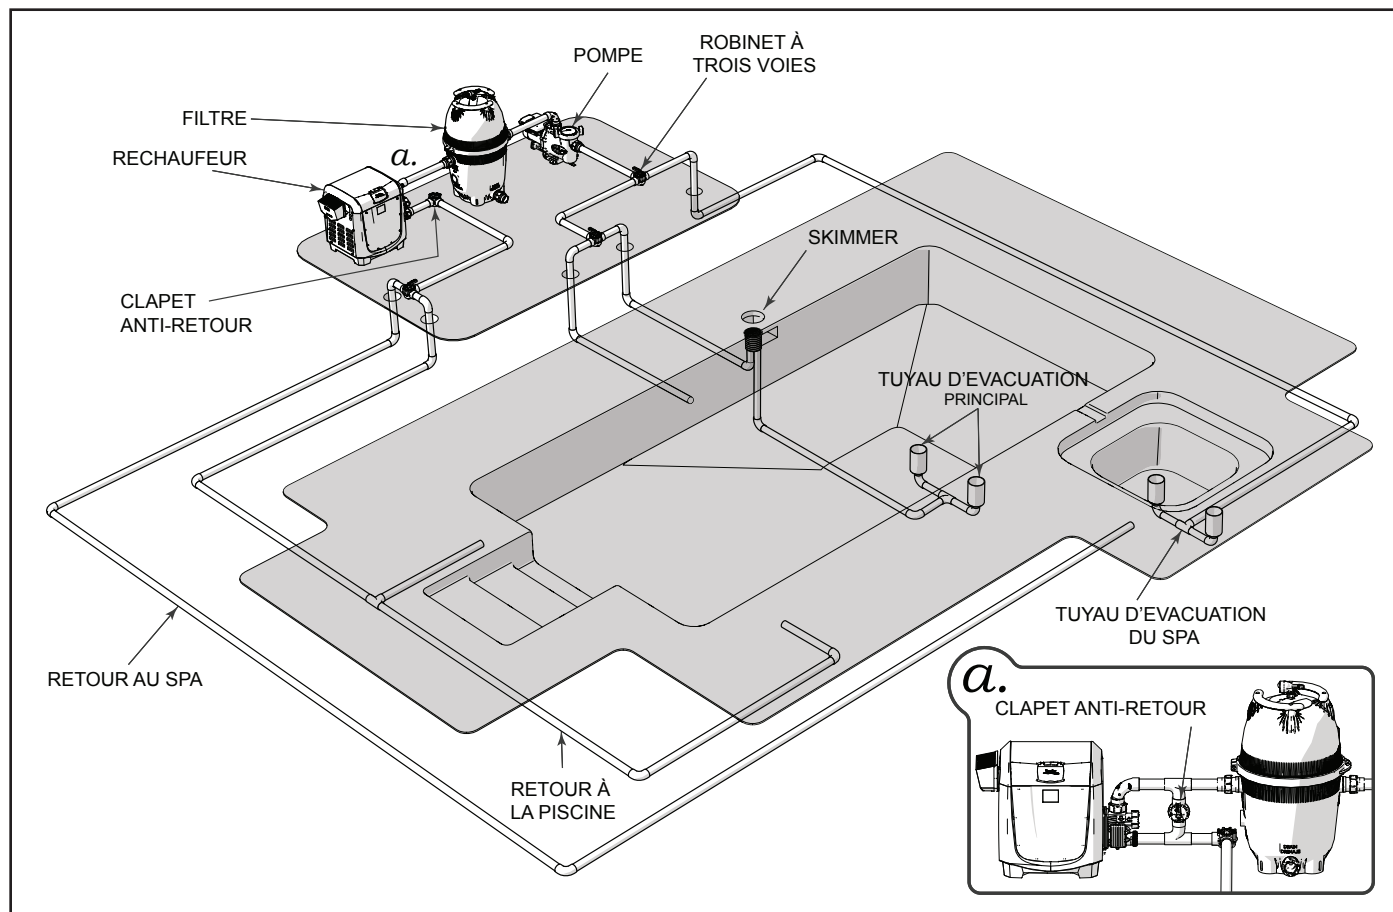

Figure 12. Configuration de tuyauterie d'eau typique
Installez les composants du système de piscine avec les raccordements comme illustré dans la figure 12.
Toute configuration autre que celle illustrée dans la figure 12 peut affecter le fonctionnement du pressostat d'eau. L'emplacement du réchauffeur au-dessus ou en-dessous de la surface de l'eau de la piscine peut également affecter le fonctionnement du pressostat.
1. Raccordez le robinet à tournant sphérique entre l'orifice d'entrée et l'orifice de sortie d'eau (figure 12 «a»).